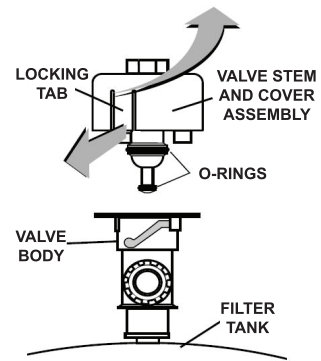

Figure 2
3. Das Druckentlastungsventil am Filterbehälter anbauen, die Verriegelungsnasen herausziehen und den Ventilstößel und die Abdeckung durch Drehung nach links wie in Abb. 2 herausheben.